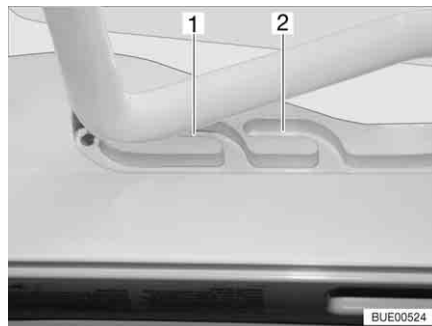
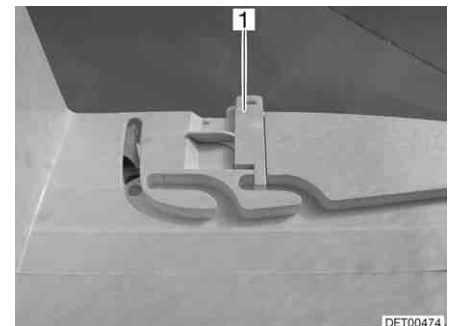

Fig. 78 Claraboya Heki en posición de ventilación
Fig. 79 Bloqueo de la posición de ventilación
La claraboya Heki se puede colocar en dos posiciones de ventilación: Posición de mal tiempo (Fig. 78,1) y posición mediana (Fig. 78,2). Según el modelo, la claraboya podrá ser bloqueada en la posición mediana con el pestillo (Fig. 79,1).
- Presionar el estribo ligeramente hacia arriba y empujarlo en la guía seleccionada (Fig. 78,1 ó 2) y, si fuera necesario, bloquearlo.